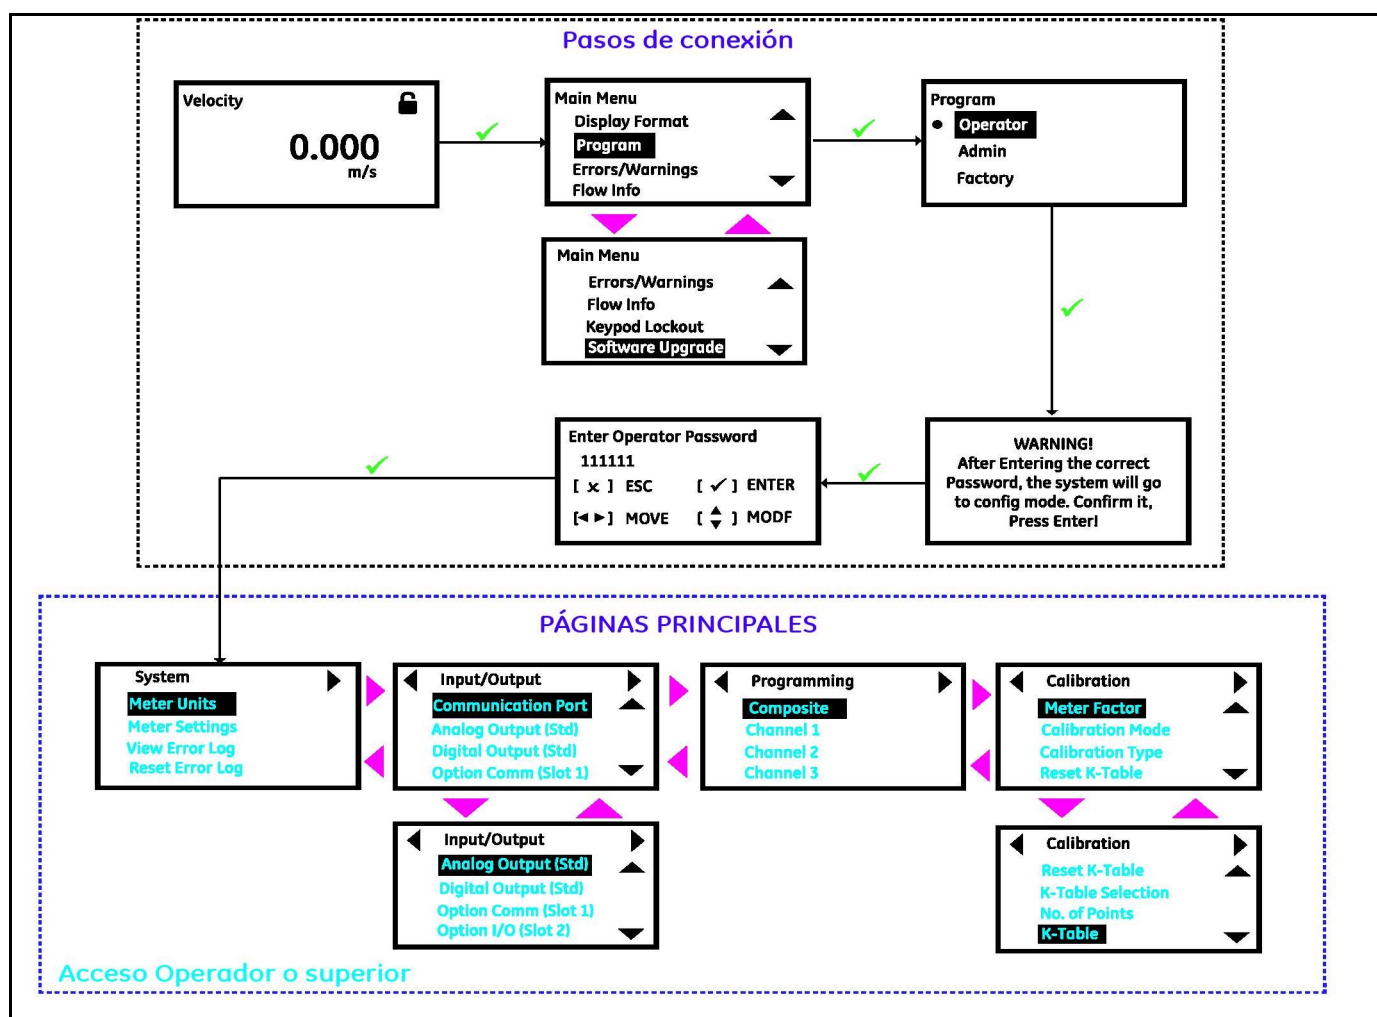

Figura 53: Pasos para el inicio de sesión y páginas principales
5. Una vez completados los pasos del inicio de sesión, verá las páginas principales como se muestran en la Figura 53. Para cambiar de una página a la siguiente, pulse [◀] o [▶] y desplácese hasta las opciones. A continuación, pulse [▲] y [▼].